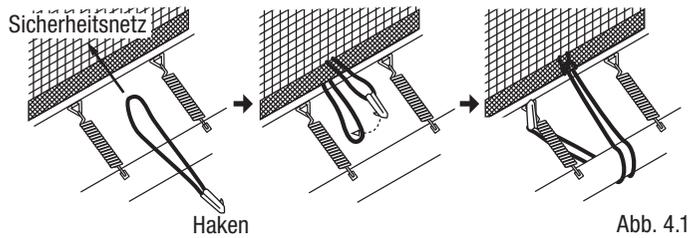

Abb. 4.1
Haken Sie ein Ende eines Gummiringes mit einem Haken (G) zwischen zwei unteren Rohren (B) an den Netzrand, ziehen Sie das andere Ende des Gummiringes um den Hauptrahmen und haken Sie ihn am Mattenrahmen und den Netzstangen fest. (Abb. 4.1 + 4.2). HINWEIS: Wegen besserer Sichtbarkeit ist die Rahmenpolsterung unten in Abb. 4.1 nicht dargestellt.